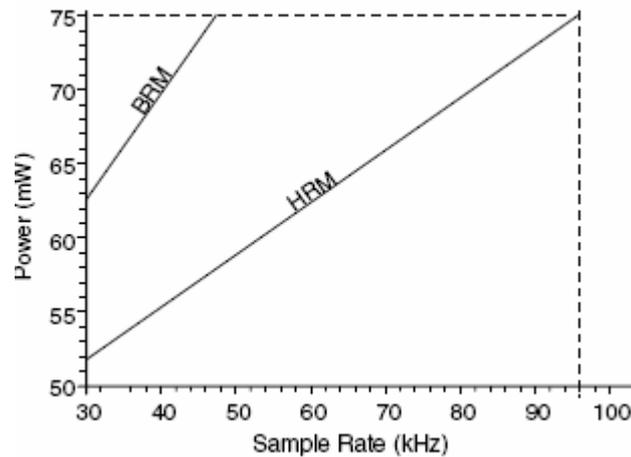

图3 功率与采样率的关系
注释：(7) 参考图 3。最大功率是在  $V_A=5.5\text{V}$  的条件下测试得到的。